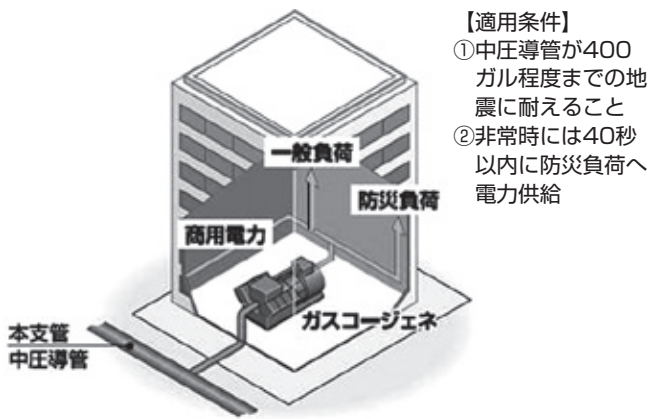

図3 非常用発電機兼用コージェネシステム概要
12ページの図3にシステム概要を示す。従来のディーゼル式非常用発電機と比較すると、①予備燃料が不要、②常用コージェネとして日々稼働させることによる高い信頼性、③長時間連続発電可能（都市ガス供給が継続する限り）などのメリットがある。